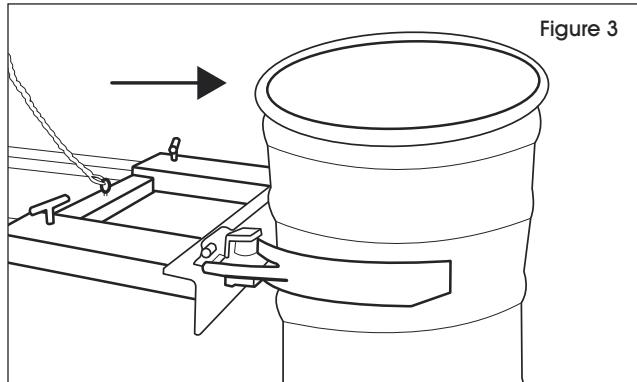

Figure 3
3. Slowly move the fork truck forward to clamp the drum grabber clamps around the drum. (See Figure 3)
3. Déplacez lentement le chariot élévateur vers l'avant afin de fixer le porte-baril autour du baril. (Voir Figure 3)